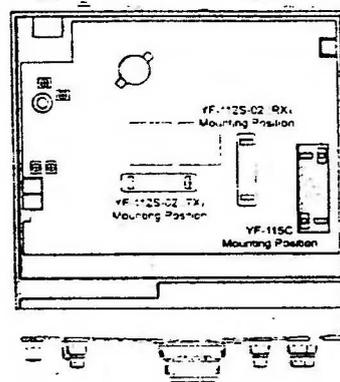

Рис. 2
2. Ориентируясь по Рис.2, найдите место размещения CW фильтра (YF-115C) и/или SSB фильтра (YF-112S-02) на Основной (Main) плате.